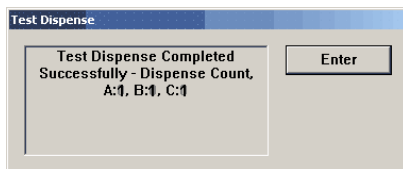

Figura 10. Aviso de la Prueba del Dispensador.
e. Después de terminar la operacion de Prueba del Dispensador, el aviso siguiente se exhibe abajo - la "prueba del dispensador ha terminado con éxito - dispenso la cuenta, A: (# de notas)", B: #, etc (Figura 10)